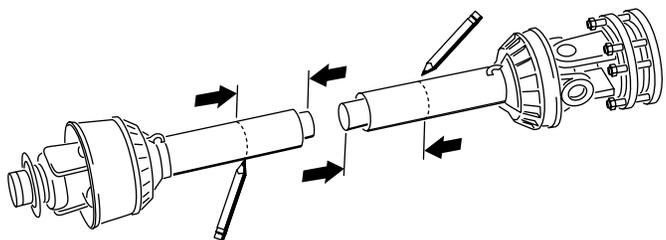
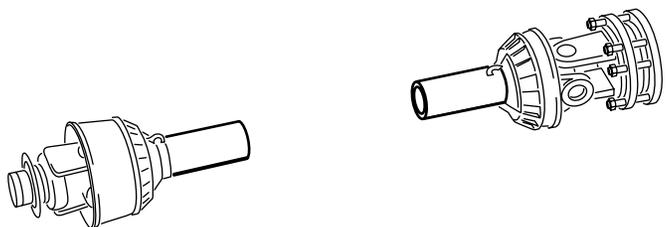

Рисунок 18
Рисунок 19
- Используя расстояния, определенные в пункте 8, измерьте, разметьте и обрежьте кожух и трубу на каждой половине вала отбора мощности (Рисунок 18 и Рисунок 19).